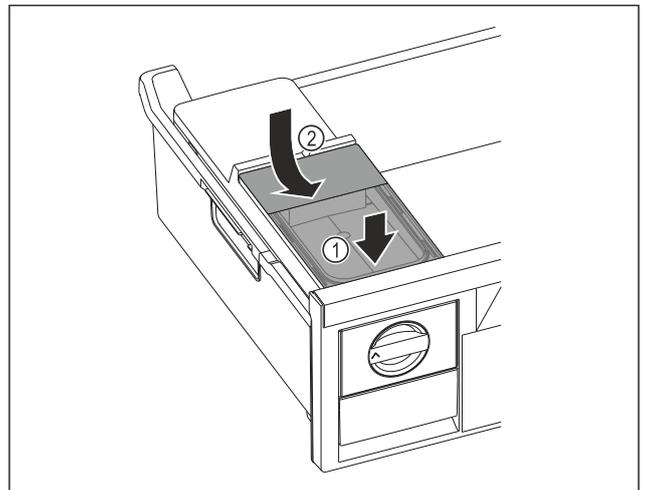

Fig. 77
- ▶ Colocar el depósito de agua por delante. Fig. 77 (1)
- ▶ Bajar el depósito de agua por detrás. Fig. 77 (2)